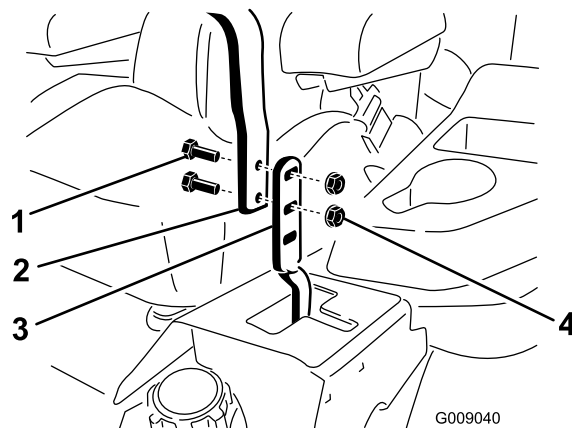

Figure 76
3. Desserrez les boulons et les écrous à embase situés dans les leviers (Figure 76).